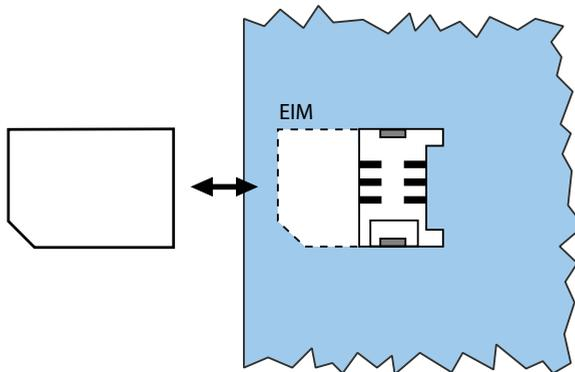

Fig. 80 Scheda EIM
4. Introdurre la nuova scheda EIM sotto le linguette di guida fino a battuta nell'alloggiamento per SIM Card. Fare attenzione che i contatti della scheda EIM siano verso il basso e che l'angolo smussato della scheda EIM sia rivolto verso il bordo della mainboard (vedi Fig. 80).